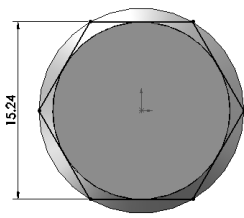

图 3-42 绘制圆的内接六边形
(6) 在实体模型前面中绘制圆的内接六边形，如图 3-42 所示。